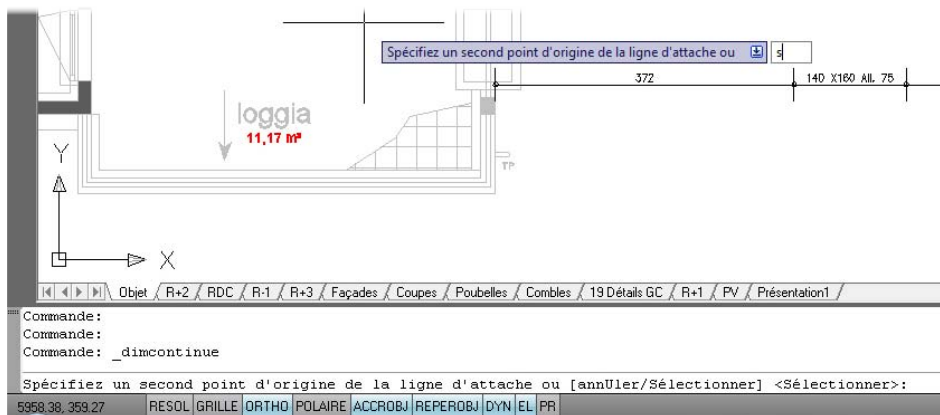

Figure 5.64
1. Activez l'outil Cotation continue puis, pour sélectionner un second point d'origine de la ligne d'attache, tapez la sous-commande **S** (comme « sélection ») [voir Figure 5.64].